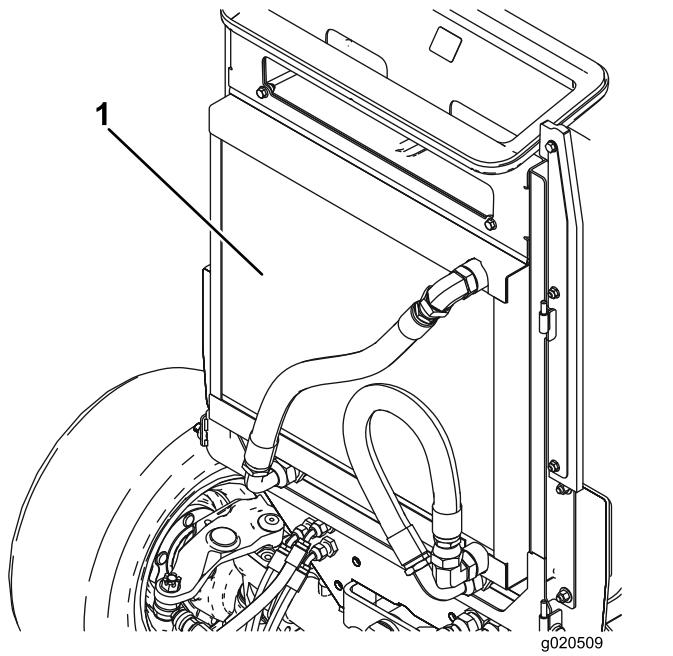

Figura 103
4. Pulite accuratamente entrambi i lati dell'area del radiatore/refrigeratore dell'olio (Figura 103) utilizzando aria compressa. Iniziate dal lato anteriore ed eliminate i detriti spingendoli verso la parte posteriore. Successivamente eseguite la pulizia partendo dalla parte posteriore e soffiando l'aria verso la parte anteriore. Ripetete la procedura più volte fino a rimuovere completamente sporcizia e detriti.